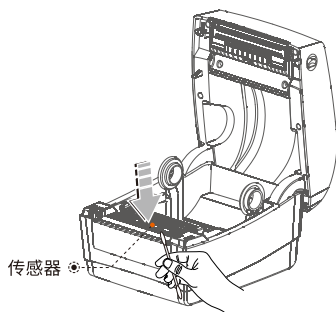

图2
- (1) 关闭打印机的电源，打开上盖，如果有纸，将纸去除；
- (2) 用柔软的棉布蘸无水乙醇（应拧干）擦除传感器表面的灰尘、污点；（图2）
- (3) 等待无水乙醇完全挥发后，合上上盖，重新试机。